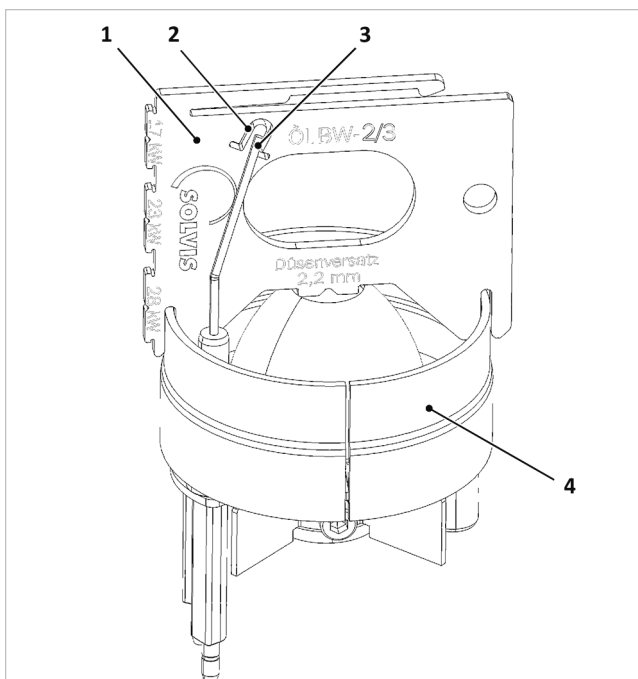

Abb. 62: Lage Zündeletroden prüfen
4. Lage der Elektroden wie in → Abb. 62 gezeigt kontrollieren und ggf. durch vorsichtiges Biegen korrigieren.